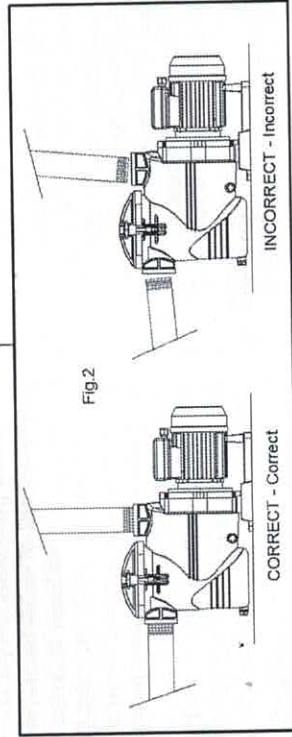

Fig. 2
- ! The connection of the pipe must be threaded into the mouths of the pump using the right accessories (Fig. 2).
pressure being exerted on the pump and the tube. Apart from making assembly more difficult, this pressure could even break them. (Fig. 2)
- Suction tube installation is done at a slight angle of 2 % towards the pump, thus avoided siphon formation. (Fig. 2).
- La tuyauterie doit être vissée sur les orifices d'aspiration et de refoulement des pompes en utilisant les accessoires appropriés (Fig. 2).
- L'installation du tuyau de refoulement devra être effectuée dans une position entièrement perpendiculaire et verticale, parfaitement centrée par rapport à l'orifice à connecter, de façon à éviter que la pompe et le tuyau ne soient soumis à des efforts externes qui, indépendamment de gêner les opérations de montage, pourraient parvenir à en causer la rupture. (Fig. 2)
- Le tuyau d'aspiration devra être installé en légère inclinaison montante (2 %) vers la pompe, ce qui permettra d'éviter la formation de poches d'air. (Fig. 2).